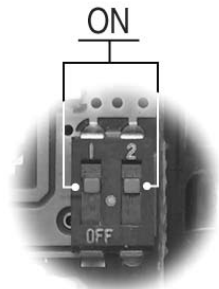

Fig. 5
- aprire lo sportellino posteriore della chiave e posizionare i due dip-switch in posizione ON (vedi Fig. 5). Richiudere lo sportellino e seguire le indicazioni sopra riportate, per completare la corretta copia dei parametri;
- open the rear cover of the key and place the two dipswitches in the ON position (see Fig. 5). Close the cover and follow the instructions shown above to correctly copy the parameters;